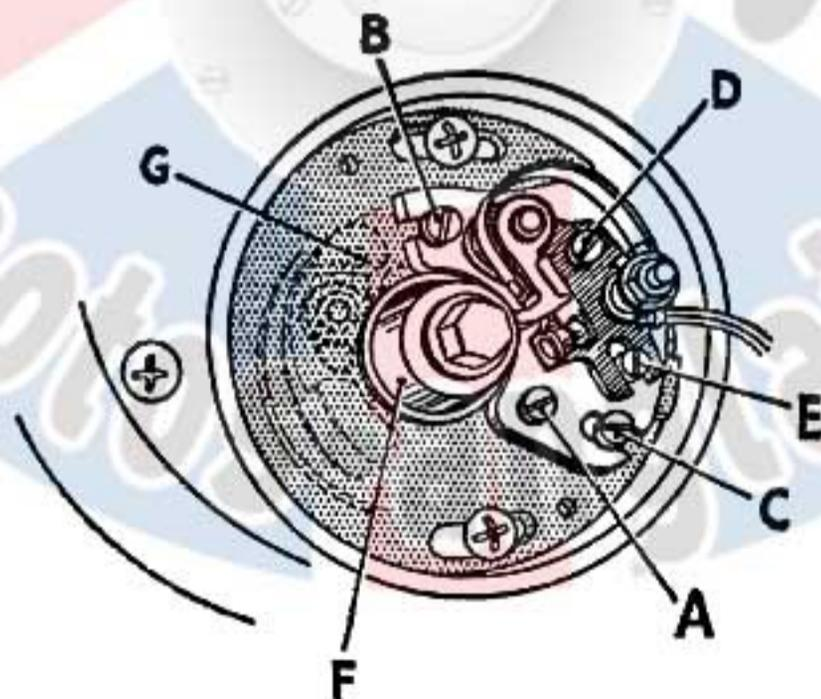

Fig. 7. Le rupteur (une partie du mécanisme d'auto-avance est représenté derrière la plaquette de montage—modèles B).
Pour procéder à la vérification, retirer la/les bougie(s) et faire tourner le moteur doucement jusqu'à ce que le culbuteur supérieur soit au sommet de la came. Dans cette position l'intervalle est à son maximum et le réglage peut être contrôlé avec une cale. Si cet intervalle n'est pas correct, desserrer la vis de fixation (D) et régler la plaquette portant le contact fixe à l'aide de l'axe excentrique (E) jusqu'à ce que l'intervalle soit correct, Resserrer la vis et vérifier l'intervalle (Fig. 7 et 8).
Si le réglage de l'allumage n'est pas correct, desserrer les deux vis (A) et (B) Fig. 7, qui fixent la plaquette portant le rupteur et régler l'axe excentrique (C) jusqu'à ce que les contacts commencent à s'ouvrir.
Mêmes instructions mais se référer à la Fig. 7.